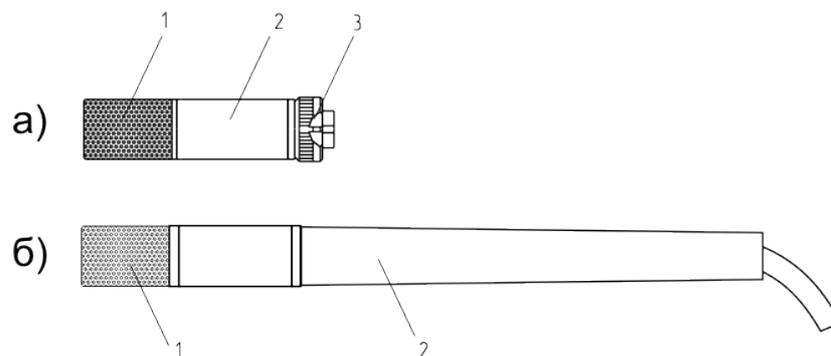
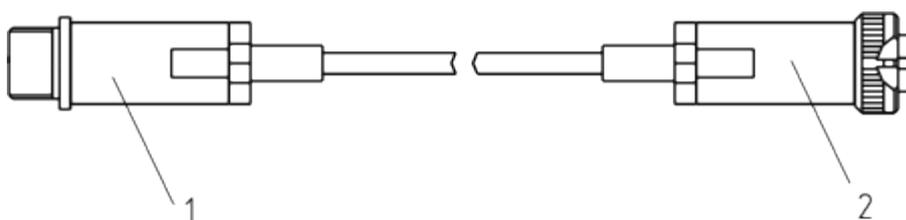

Рисунок 3.12 Измерительные преобразователи
Рисунок 3.13 Кабель-удлинитель для измерительного преобразователя
Измерительный преобразователь выпускается в металлическом корпусе, в котором находится печатная плата. Чувствительные элементы влажности и температуры располагаются внутри колпачка, изготавливаемого из пористого никеля, стали, алюминия или фторопласта в зависимости от исполнения преобразователя, *Рисунок 3.12.*
Преобразователь, Рисунок 3.12а, можно подключить к измерительному блоку с помощью кабеля-удлинителя, Рисунок 3.13
- 4.3 Соединить измерительный блок и измерительный преобразователь напрямую или соединительным кабелем (см. *Рисунок 3.13*).